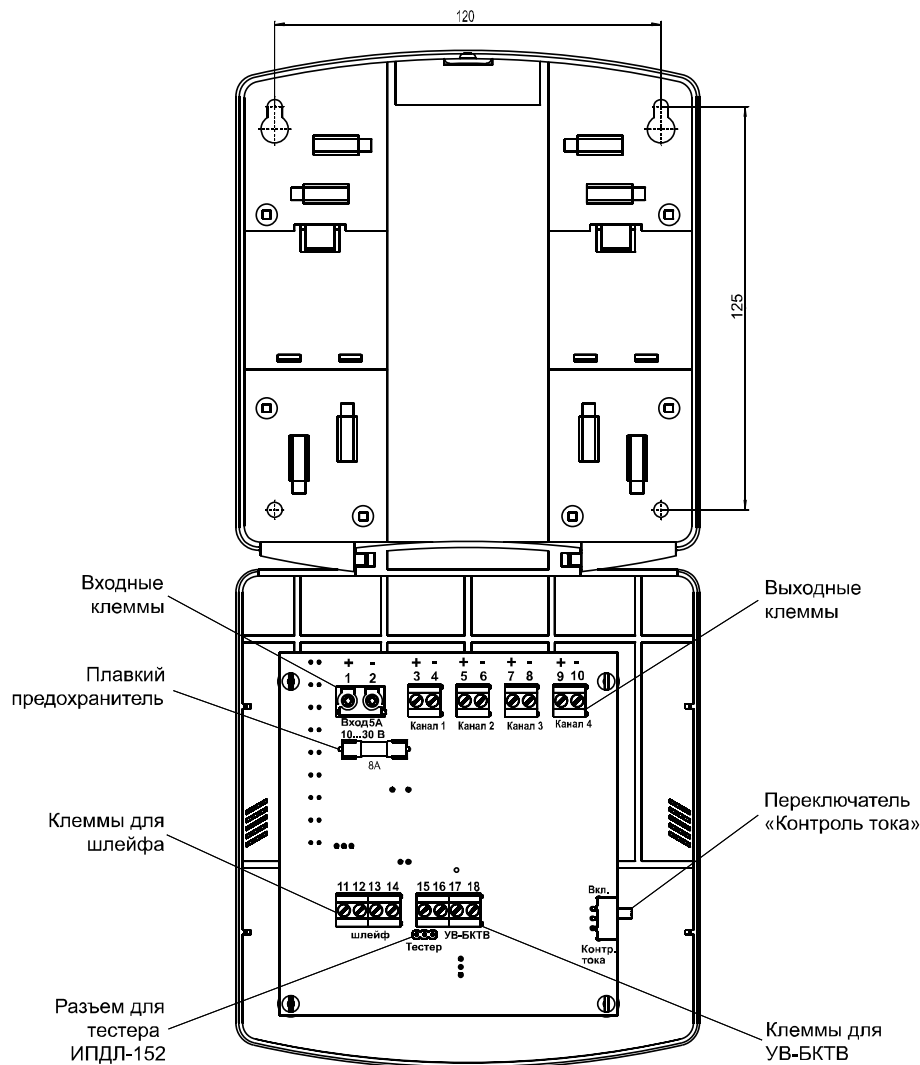

Рисунок 3
3.7.2 Для проведения инсталляции следует при включенном питании откинуть переднюю панель блока и включить (или выключить и включить) переключать «Контроль тока», расположенный на плате (см. рисунок 3). При этом блок перейдет в режим инсталляции токов, выключив режим «Нагрев». Через время, равное приблизительно 20 минутам, блок автоматически выйдет из этого режима, перезаписав в энергонезависимой памяти действующие токи по каждому каналу управления подогревом.